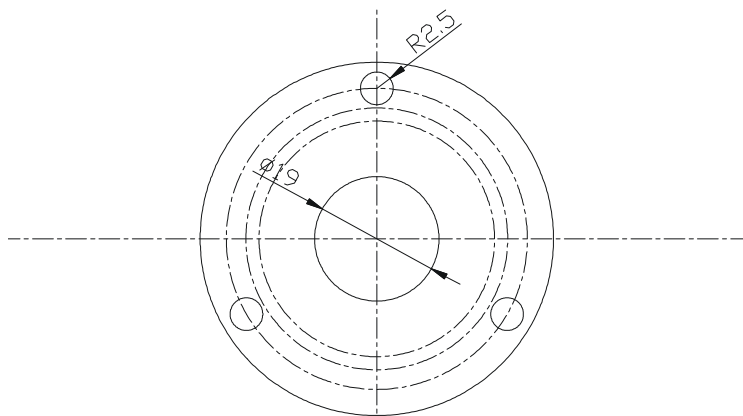

图 3-3-13
(8)最后，使用 DIMRADIUS、DIMDIAMETER 命令标注圆的半径及直径，如图 3-3-13 所示。其具体操作如下：